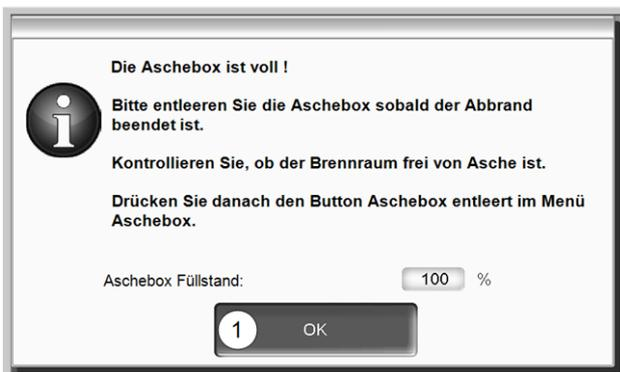

Abb. 2-53_14_051b-sn
- ▶ Die Hinweis-Meldung am Display mit **OK 1** bestätigen > Abb. 2-53